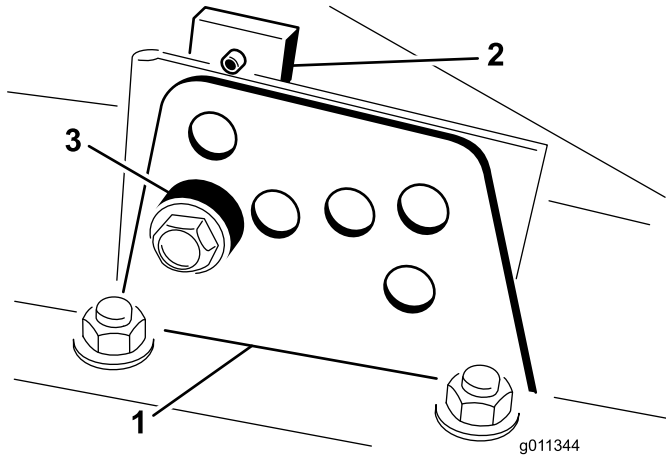

Bild 18
2. Lockern Sie die Schraube, mit denen die Schnitthöhenhalterungen an der Schnitthöhenplatte (vorne und an beiden Seiten) befestigt sind (Bild 18).